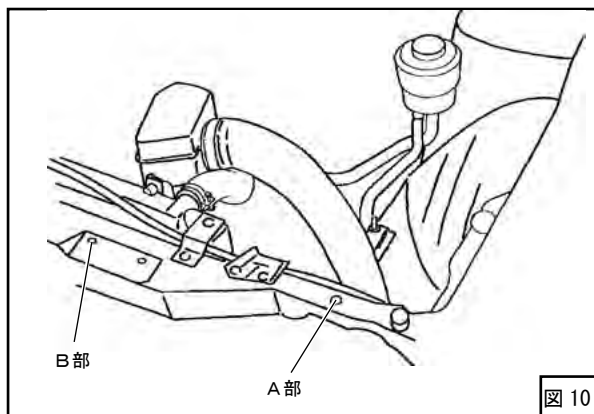
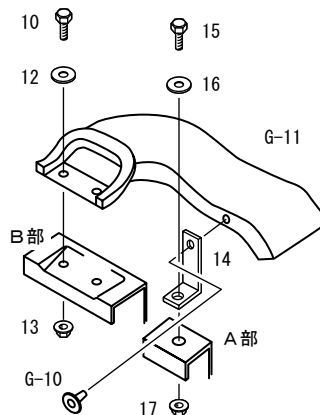

図10
図11
(10) 図10のA部にエアダクトステーを取付けてください。
(図10、図11)
(図11、図12)